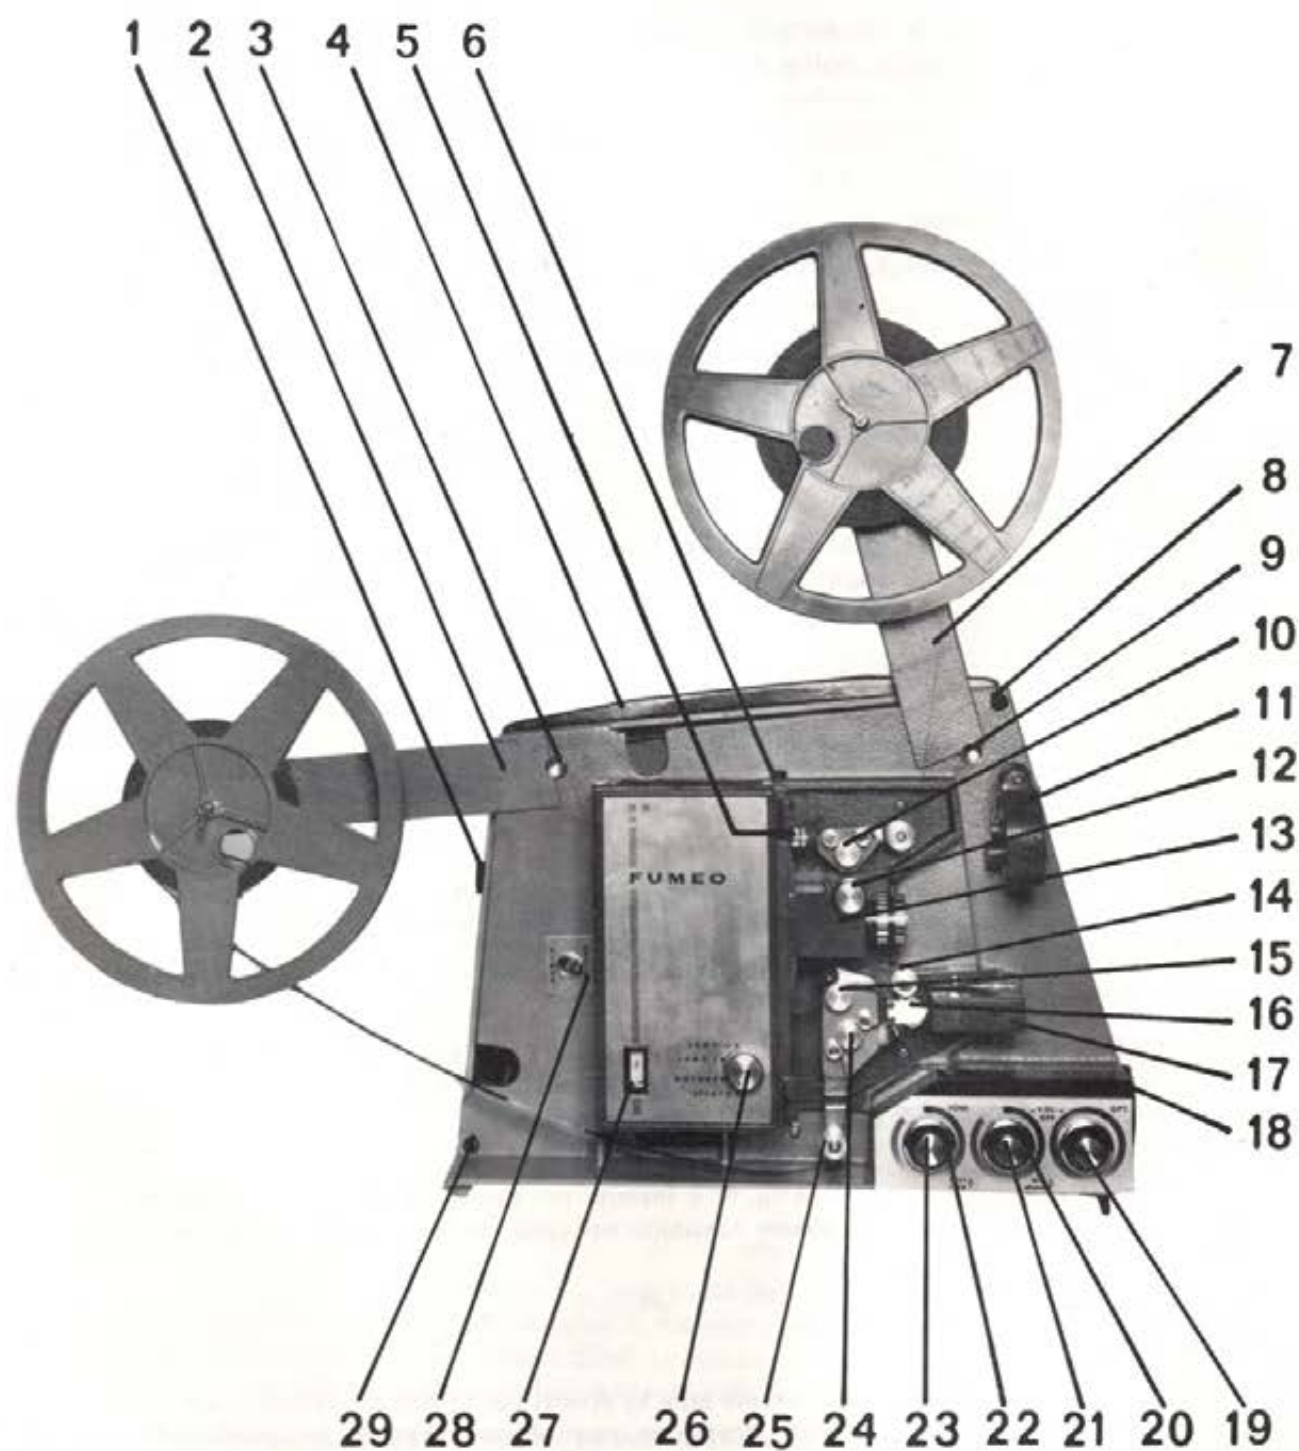
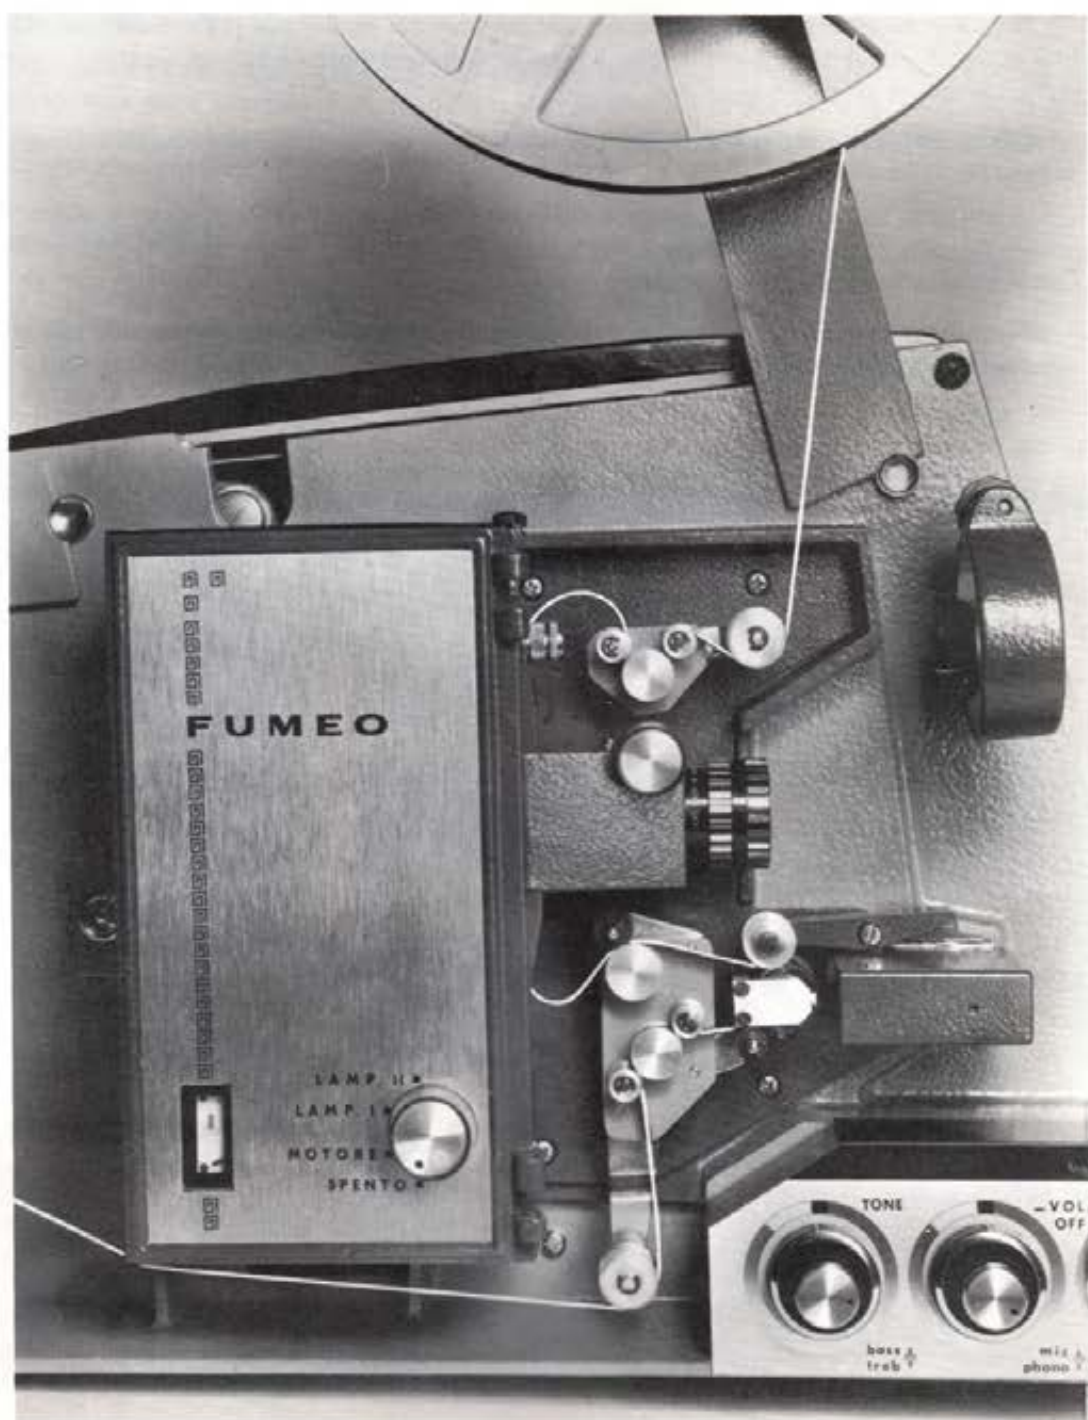

Fig. 3
Fig. 4 - Particolare passaggio film
- proiezione di pellicole in Cinema Scope, mediante apposito obiettivo anamorfico montato sul supporto (11 fig. 3) : detto obiettivo viene fornito a richiesta.
Dal contenitore si estrarranno il proiettore e gli accessori occorrenti, cioè la bobina del braccio raccoglitore (2 fig. 3) e il cavo di collegamento alla rete.
Si ruotano i due bracci portabobine (2,7 fig. 3) nella posizione di lavoro, nella quale rimarranno bloccati grazie ai rispettivi nottolini (3,9 fig. 3), che dovranno essere premuti per il rientro dei bracci stessi alla fine della proiezione.
Controllare immediatamente che l'indice del voltmetro posto sulla lanterna del proiettore (27 fig. 3), si trovi nel trattino color giallo (segnale di prudenza) e non vada ad invadere la zona rossa (segnale di pericolo); in quest'ultimo caso correggere la disposizione del cambio tensione in rapporto alla tensione di linea che evidentemente è errata.
Montare la bobina del film da proiettare sul braccio superiore del proiettore (7 fig. 3) e disporre il film secondo il percorso indicato in fig. 4.
Prima di avviare il proiettore con il comando (26 fig. 3), accertarsi che tutto proceda regolarmente, effettuando qualche giro a mano con la manopola di avviamento manuale (1 fig. 3).
Il comando di volume (19 fig. 3) andrà quindi regolato sino al livello di suono desiderato. I comandi di tono (22,23 fig. 3) si regoleranno nella posizione più favorevole in relazione all'acustica dell'ambiente.
Dopo aver centrato il quadro proiettato sullo schermo valendosi dell'apposita manopola alzo proiettore (18 fig. 3), la messa in quadro del fotogramma viene effettuata a mezzo del bottone zigrinato (5 fig. 3).
La messa a fuoco dell'immagine sullo schermo viene eseguita mediante la rotazione della manopola (12 fig. 3).
A proiezione ultimata si rimetterà la coda finale del film nella bobina raccogliitrice sulla bobina superiore e si procederà alla manovra di riavvolgimento portando il deviatore (28 fig. 3) nella posizione di «RIAVV»; si rimetterà quindi in funzione il motore spostando la manopola del comando generale (26 fig. 3) nella posizione corrispondente.
RICORDARSI A RIAVVOLGIMENTO ULTIMATO DI RIPORTARE IMMEDIATAMENTE LA LEVETTA (28 fig. 3) NELLA POSIZIONE «PROIEZ.».
E' possibile la visione di pellicole in Cinemascope, mediante l'apposito obiettivo anamorfico e supporto relativo (11 fig. 3) che vengono forniti a richiesta.
L'operazione di sostituzione è completamente semplificata: è sufficiente svitare il pomello (6 fig. 3) del coperchio della lanterna e quindi ruotare il coperchio stesso.
Si procede allo sfilamento del coperchietto coprilampada (17 fig. 3) e successivamente si ruota la lampada in senso antiorario con una leggera pressione, in modo che i due piolini dell'innesto possano uscire liberamente.
I componenti dell'amplificatore sono resi accessibili sfilando il proiettore dal cofano togliendo le viti (8,29 fig. 3).
La lubrificazione del meccanismo intermittente della griffa si può effettuare dopo aver rimosso la lanterna di proiezione, svitando il pomello (6 fig. 3).
Lo sportello di proiezione (13 fig. 3) deve essere tenuto costantemente pulito e sarà buona norma alla fine della proiezione di una bobina di film passare lo scovolino, in dotazione al proiettore, attraverso i due pattini; si eviteranno così rigature al film dovute all'accumulo di emulsione, particolarmente con film nuovi e freschi di stampa.